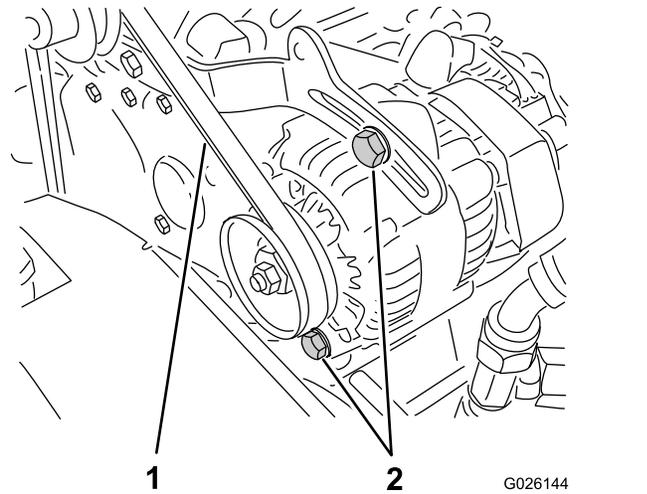

图67
2. 使用 10kg 的力按压曲轴箱与交流发电机皮带轮之间的皮带中间位置检查皮带的张紧力 图67。
A. 拧松 2 个交流发电机安装螺栓 图67。
- B. 使用撬棍转动交流发电机直至达到适当的皮带张紧力然后拧紧安装螺栓 图67。